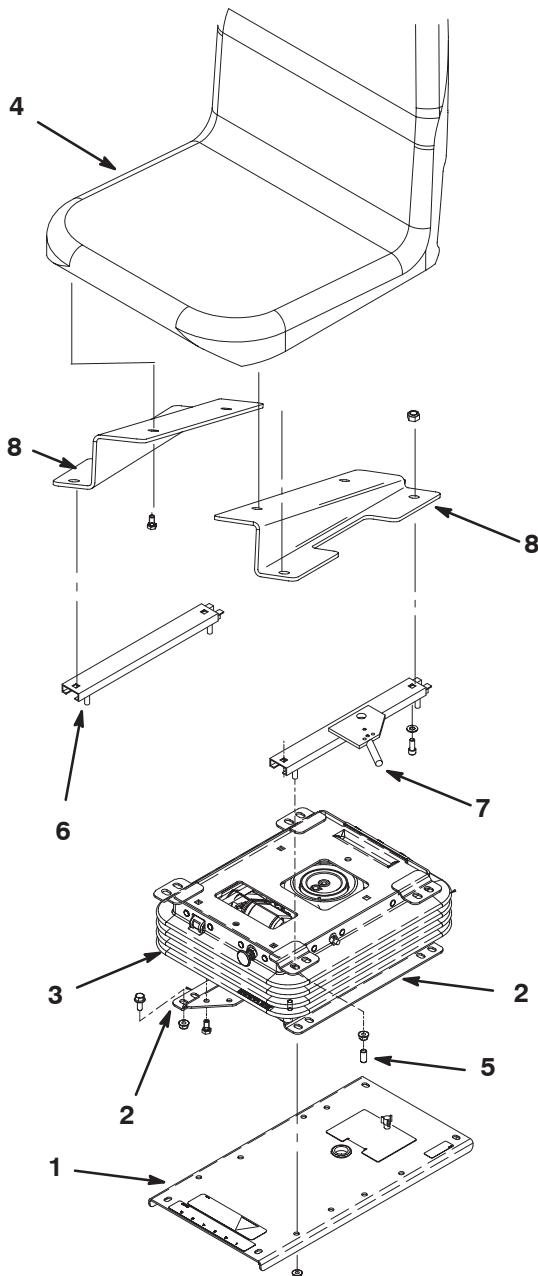

Bild 5
1. Entfernen Sie die vier (4) Schrauben und Muttern, mit denen die Sitzbefestigungsplatte am Rahmen der Zugmaschine befestigt ist (Bild 5). Nehmen Sie die Sitzplatte ab.
2. Befestigen Sie die unteren Sitzhalterungen mit den vier (4) Schrauben, die dem Kit beiliegen, an der Sitzfederung (Bild 5).
3. Befestigen Sie die unteren Sitzhalterungen und die Sitzfederung mit den vier (4) Schrauben und Muttern, die dem Kit beiliegen, an der Sitzplatte (Bild 5).
4. Befestigen Sie die Sitzhalterungen und die Sitzfederung mit den vier (4) Schrauben und Muttern, die dem Kit beiliegen, an der Sitzplatte (Bild 5).
5. Befestigen Sie die linke und rechte Sitzbefestigung mit den vier (4) Schrauben am Sitz (Bild 5). Die Sitzbefestigungen sind so angebracht, dass die hohen Enden vorne am Sitz sind.
6. Befestigen Sie die oberen Sitzhalterungen mit den vier (4) Schrauben, den flachen Scheiben und den Muttern, die dem Kit beiliegen, an den Sitzbefestigungen (Bild 5). Die Sitzhalterung mit dem Einstellhebel muss an der linken Sitzbefestigung angebracht werden.
7. Befestigen Sie die oberen Sitzhalterungen mit den vier (4) Muttern, die dem Kit beiliegen, an der Sitzfederung (Bild 5). Setzen Sie die Plastikkappen auf die Sitzstifte.
8. Befestigen Sie die Sitzplatte mit dem Sitz mit den vier (4) vorher entfernten Schrauben und Muttern am Rahmen der Zugmaschine.